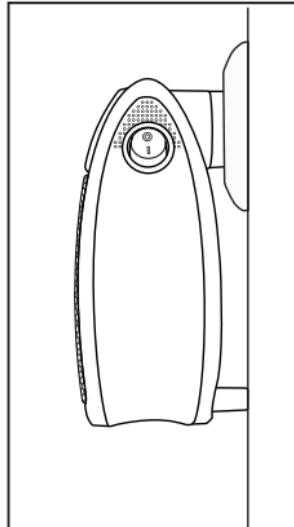

Abb. 1
- Das Gerät darf nur in einer Netzsteckdose in aufrechter Position und komplett montiert betrieben werden. Die Abstandshalter **10** müssen die Wand berühren (siehe Abb. 1).